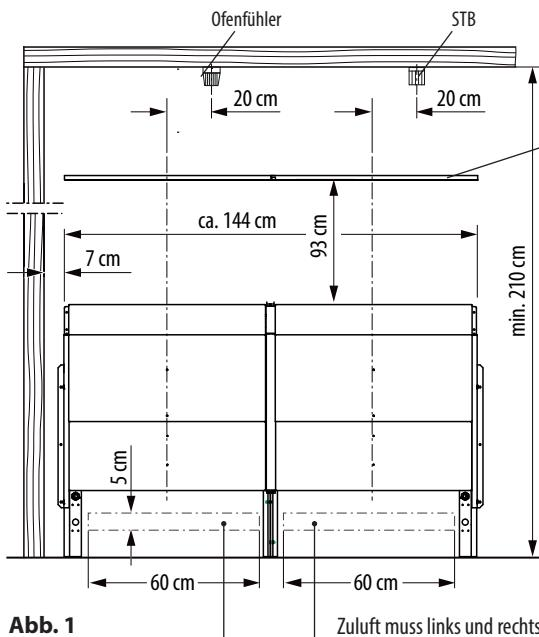

Abb. 1
Mindestmaß der Be- und Entlüftung	2x 60 x 5 cm (Abb. 1)
Die Mindesthöhe der Saunakabine muss innen 2,10 m betragen (Abb. 1).
Der Abstand zwischen vorgesetzter Holzwand bzw. Liegebank und anderen brennbaren Materialien zum Ofen muss gemäß Abb. 1 + 2 eingehalten werden.
Das mitgelieferte Schutzgitter ist über dem Ofen an der Oberkante der Trennwand zur Sauna-Rückwand zu montieren (Abb. 1+2).
Zusätzlich muss ein Sicherheitstemperaturbegrenzer (STB) wie in der Abb. 1+2 montiert werden.
Positionieren Sie nun den kompletten Saunaofen passend zu den Zuluftöffnungen (Abb. 1) an der vorgesehenen Montagewand. Sichern Sie den Ofen nun mit den mitgelieferten Spanplattenschrauben (4) an den beiden Seitenteilen links und rechts, sowie an dem Sicherungswinkel oben in der Mitte.
Wenn der Saunaofen an der Montagewand befestigt ist und die Aufgussrinnen montiert sind, können Sie die Schachtwand zur Innenseite der Kabine montieren. Achten Sie hier unbedingt auf die Mindestabstände gemäß Abb. 1+2.
Achten Sie auf die korrekte Installation des Schutzgitters über dem Saunaofen, gemäß Abb.1+2. Beachten Sie die Sicherheitsabstände. **Brandgefahr!**